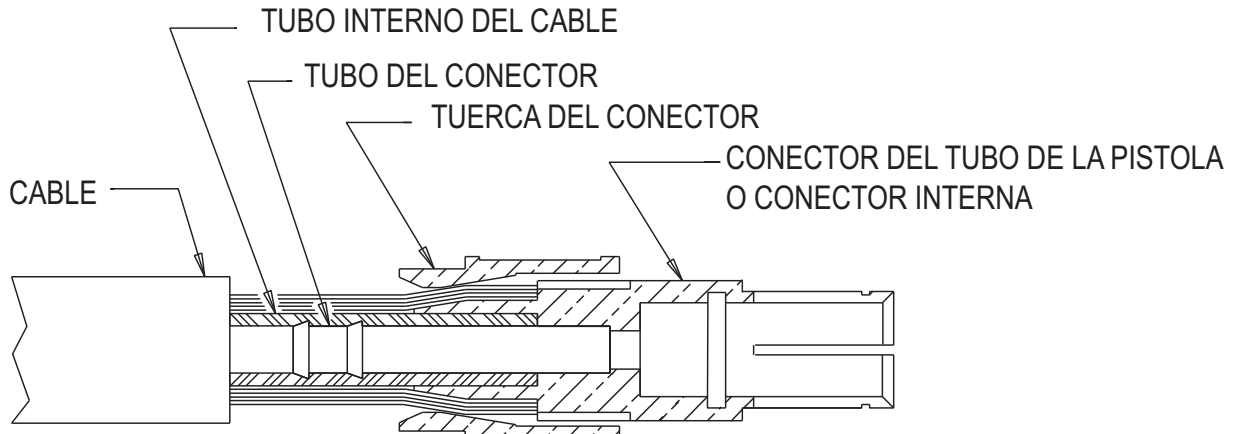

Figura E.3
Manteniendo los hilos de cobre contra el borde, jale la tuerca del conector sobre los hilos de cobre, inserte los hilos del conector del tubo de pistola y apriete bien. (Consulte la Figura E.3).
- f) Revise que la funda y manija del cable estén en el mismo. Deslice la tuerca del conector sobre los hilos de cobre con el extremo roscado hacia afuera. Ensamble el conector de entrada al cable forzando el tubo de acero del conector en el diámetro interno del tubo interno del cable hasta que los hilos de cobre se empalmen con el borde del conector de entrada. Manteniendo los hilos de cobre contra el borde, jale la tuerca del conector sobre los hilos de cobre, inserte los hilos del conector de entrada y apriete bien. (Consulte la Figura E.3).